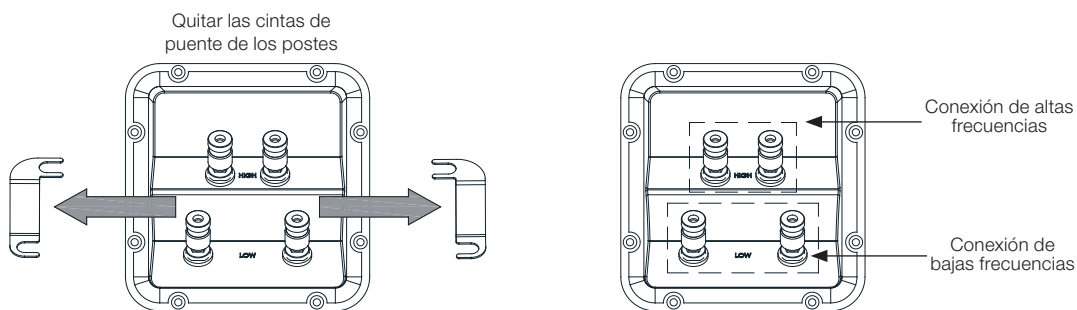

Figura 9
3. Conecta el par etiquetado como "HF" con la entrada "HF" del altavoz y el par etiquetado como "LF" con la entrada "LF" del altavoz (Figura 9).
4. Antes de instalar el altavoz que va a estar bicableado o biamplificado, quita las dos cintas chapadas en oro que puentean la copa de terminales aflojando los terminales. Guarda las cintas para usarlas en el futuro. Asegúrate de apretar los terminales de los cables LF y HF (Figura 9).